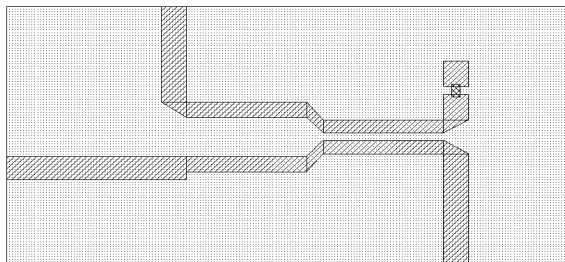

Рис. 5.92
18. Создайте резистор. В окне менеджера топологии в поле **Material** введите **Resist**. Повторите пункты с 2-го по 4-ый, но введите **7.95** в поле **x**, **3.25** в поле **y**, **0.15** в поле **dx** и **0.25** в поле **dy** (рис. 5.92).